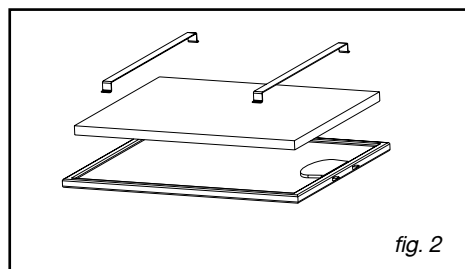

fig. 2
- Quite los filtros modulares (fig.2).